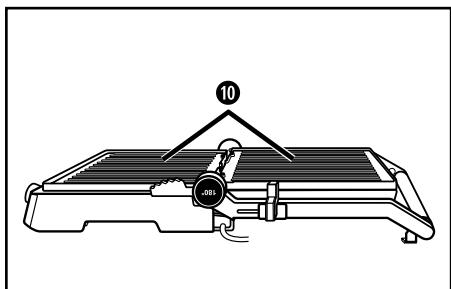

Fig. 2
- 3) Les plaques chauffantes 10 sont maintenant l'une à côté de l'autre et peuvent être utilisées comme gril de table (fig. 2).